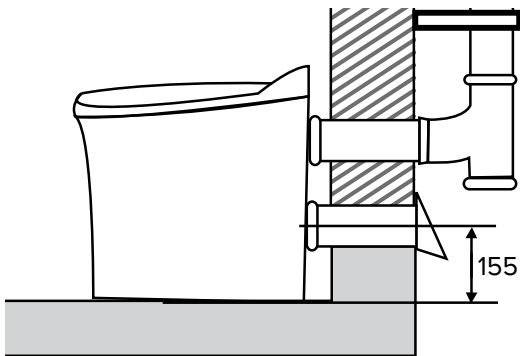
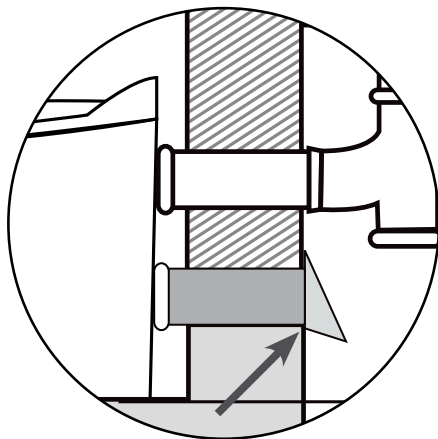

fig. 2
fig. 4
3. Monter ett av de korte utluftingsrørene (følger med) med den koniske/avrundede enden inn mot toalettet, se fig. 2 og 3. Lag et merke ca 40 mm inn på røret så vet du hvor langt røret skal trykkes inn i toalettet. Når du har funnet riktig lengde og plassering på innluftsør; kapp av røret utvendig, NB: kappes jevnt med yttervegg, se fig. 4. Innluftrøret festes med egnet festemiddel, f.eks. silikon, sikaflex, mv.